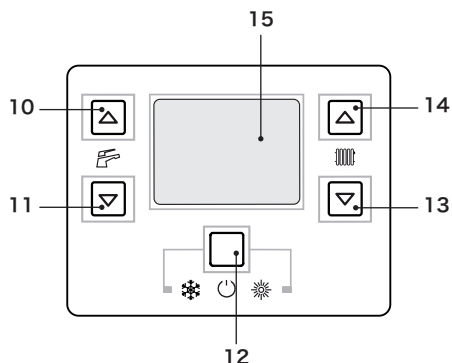
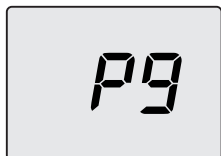
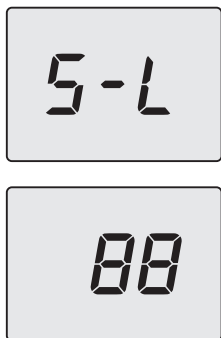

图 7.2
图 7.4
图 7.14
- 进入“编程模式”：同时按 12-13-14 键 10 秒 (图 7.2) 直到 LCD 显示屏显示字母 **PO1**，并交替显示参数值，提示“参数 01”输入项 (图 7.3)。
- 按 13 或 14 键 (图 7.2) 滚动参数, 直到显示参数 **P09** 并交替显示参数值, 表示“参数 09”的输入项 (烟囱清扫 **00** = 未启动烟囱清扫) (图 7.4)。
- 使用 13 或 14 键 (图 7.2) 将状态改为 **dP** (在最大生活用热水模式中启动烟囱清扫) 并按 12 确认。显示屏出现 **LP** 并交替显示最大生活用热水温度。
- 进入“编程模式”: 同时按 12-13-14 键 10 秒 (图 7.2) 直到 LCD 显示屏显示字母 **P01**, 并交替显示参数值, 提示“参数 01”输入项 (图 7.3)。
- 按 14 键 (图 7.2) 滚动参数, 直到显示参数 **P09** (烟囱清扫) (图 7.4)。
- 使用 14 或 13 键 (图 7.2) 增减此值。等待 3 秒，让燃气压力稳定，然后读取燃气压力表的值。**切记，要保持向上的趋势。**
- 按 11 键 (图 7.2) 5 秒，储存此值。
- 按 10 键 (图 7.2) 校准燃气最小值。显示屏会出现 S-L，并交替显示工作参数最小绝对值 (图 7.14)。
- 使用 14 或 13 键 (图 7.2) 增减此值。等待 3 秒，让燃气压力稳定，然后读取燃气压力表的值。**切记，要保持向下的趋势。**
- 按 10 键 (图 7.2) 检查最大设定值，如有需要，请根据上述步骤将其校正。
- 按 10 键 (图 7.2) 检查最小设定值，如有需要，请根据上述步骤将其校正。